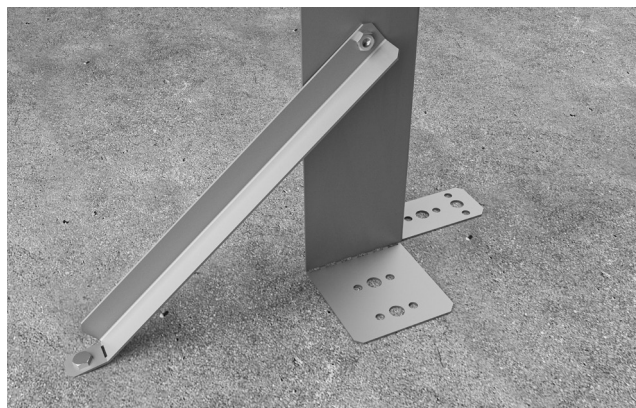

Bild 3. Montera stag.
3. Fixera benställningen i underlaget med lämplig skruv/spik samt montera LK Stag (tillval) vid behov (Bild 3).